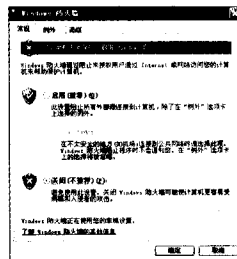

图 2
(1) 关闭杀毒软件及系统自带的Windows防火墙,如图2所示。